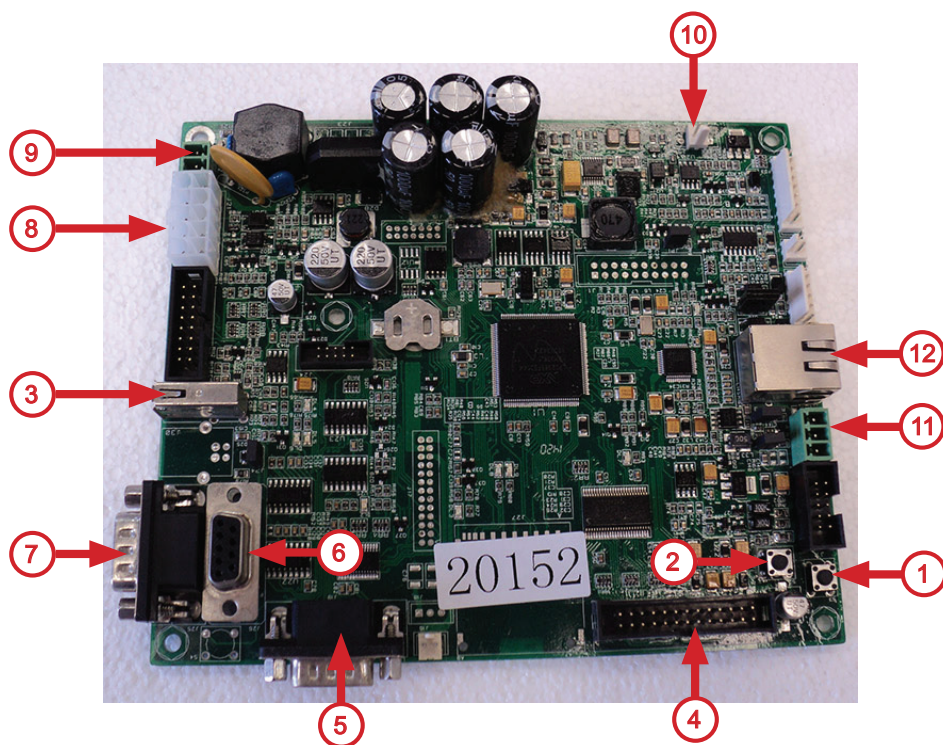

Рисунок 41 - Плата управления (контроллер)
Затем нажать и удерживать до звукового сигнала соответствующую кнопку на клавиатуре быстрого доступа, расположенную на компьютерном блоке автомата или нажать и удерживать до звукового сигнала кнопку (1) или (2), расположенные на плате управления (см.рис.41).
- Вставьте устройство хранения USB-flash накопитель в USB-порт платы контроллера (см. рис.41 поз.3);
- Чтобы активировать плату контроллера: нажмите одновременно на две кнопки меню оператора и меню техника (см.рис.41 поз.1 и 2), расположенные на плате контроллера;